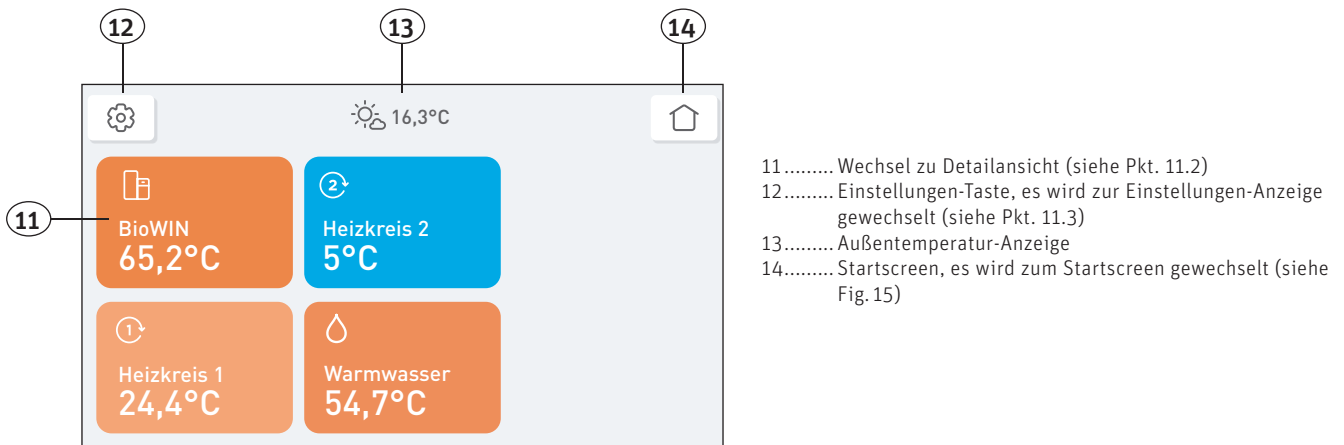

Fig. 16 Hauptmenü
- 8 Wechsel zum Hauptmenü (siehe Fig. 16)
- 7..... Wechsel zum Hauptmenü (siehe Fig. 16)